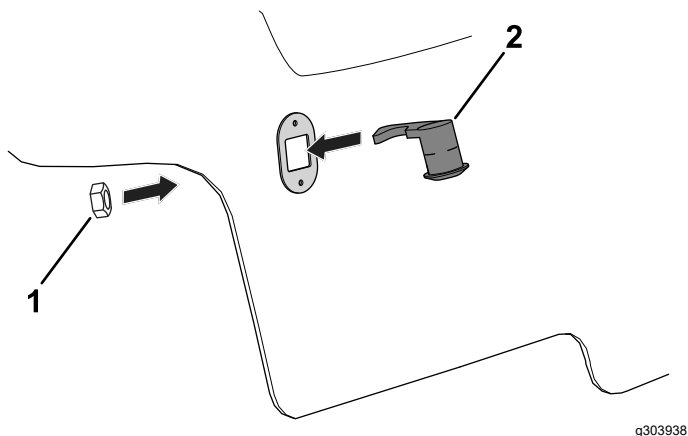

Bild 5
7. Stecken Sie den Schlüsselriegel in die Motorhaube (**Bild 5**).
8. Verwenden Sie die zuvor entfernte Kontermutter (Bild 5), um den Schlüsselriegel an der Motorhaube zu sichern.